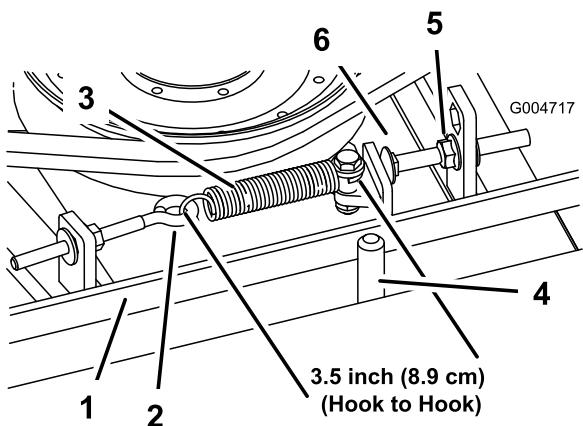

Figura 99
Quando a tensão estiver correta, a medida interior da mola de extensão (gancho a gancho) deverá ser de cerca de 8,3 cm a 9,5 cm. Logo que se obtenha a tensão correta da mola, ajuste o pino de fecho (parafuso da carroçaria) até haver uma folga aproximada de 2 a 5 mm entre a cabeça do parafuso e o braço intermédio (Figura 99).
Nota: Certifique-se de que correia está colocada no lado da mola do guia da correia (Figura 99).
- Desaperte o parafuso com olhal permitindo a remoção da mola de extensão (Figura 99).
- Desaperte a porca flangeada que prende o pino de fecho à patilha de montagem e afaste a polia intermédia da correia para libertar a tensão da correia (Figura 99).
9. Ligue a mola de extensão (Figura 99) ao parafuso de olhal e aplique a tensão na correia como se segue: